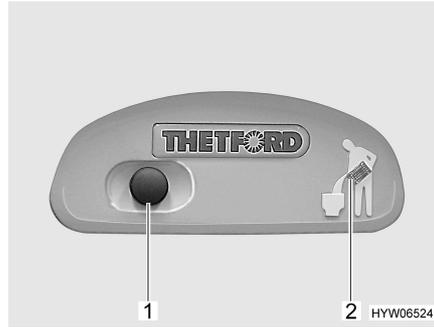
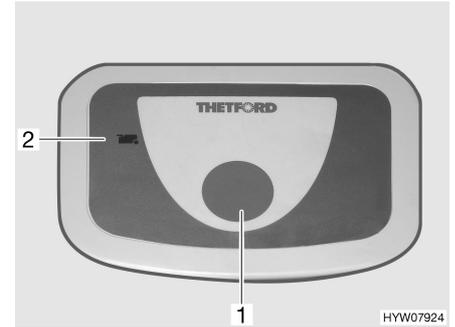

Bild 90 Spülknopf/Kontroll-Leuchte Thetford-Toilette
Bild 91 Spülknopf/Kontroll-Leuchte Thetford-Toilette (Alternative)
- Zum Spülen den blauen Spülknopf (Bild 90,1 bzw. Bild 91,1) drücken.
Die Kontroll-Leuchte (Bild 90,2 bzw. Bild 91,2) leuchtet, wenn der Fäkalientank entleert werden muss.